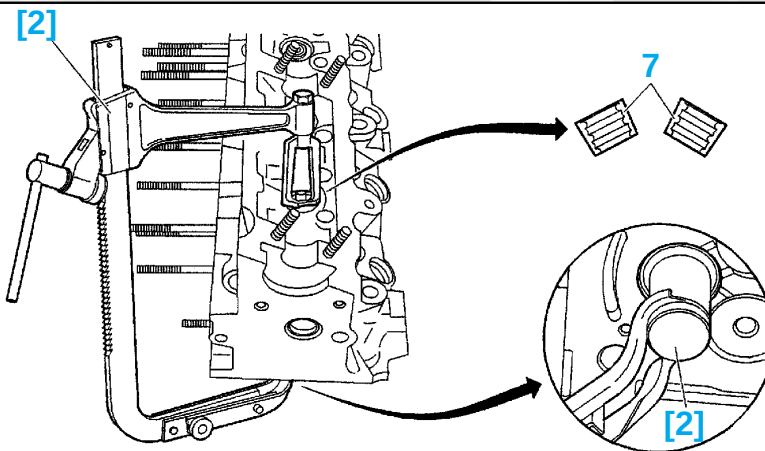

fig. 81
- Mettre en place l'outil [2] genre **FACOM U43LA** (fig. 81).
- les demi-cônes (7)